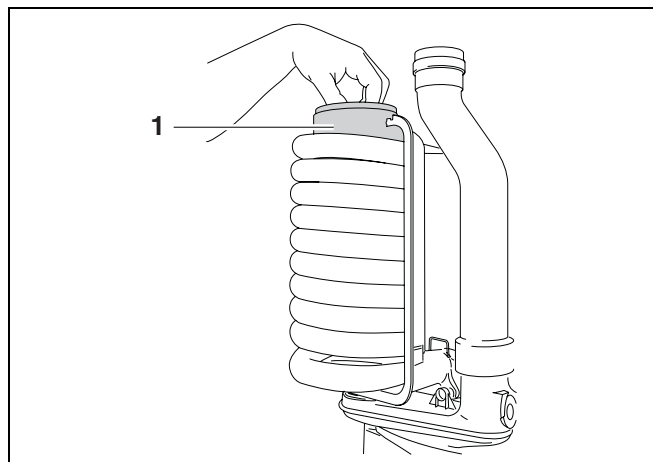

Рис. 46 Удаление вытеснительного поршня
- Удалить вытеснительный поршень с теплообменника (рис. 46, **поз. 1**).